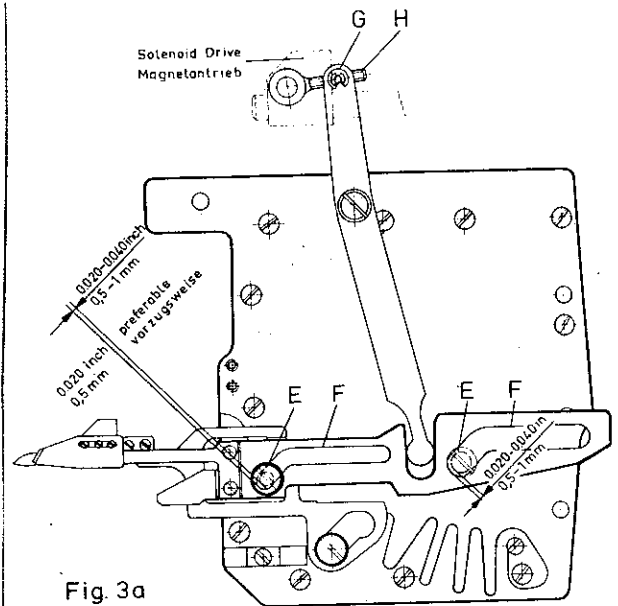

Fig. 3a
- 3) Cuando el impulsor del solenoide esta en su posición de descanso deberá haber una distancia de aproximadamente  $1\text{mm} = .04''$ , entre el tornillo (E, Fig. 3a) y el extremo de la abertura (F, Fig. 3a)
Para realizar el ajuste aflojar el anillo de retención (G, Fig. 3a) y poner, segun se requiera, la varilla de conexion (H, Fig. 3a).